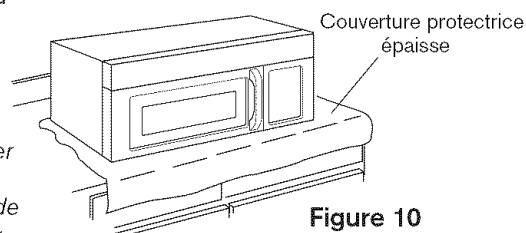

Figure 10
2. Couvrir le comptoir ou la cuisinière avec une protection épaisse pour les protéger des dommages et de la saleté. Voir la Figure 10.